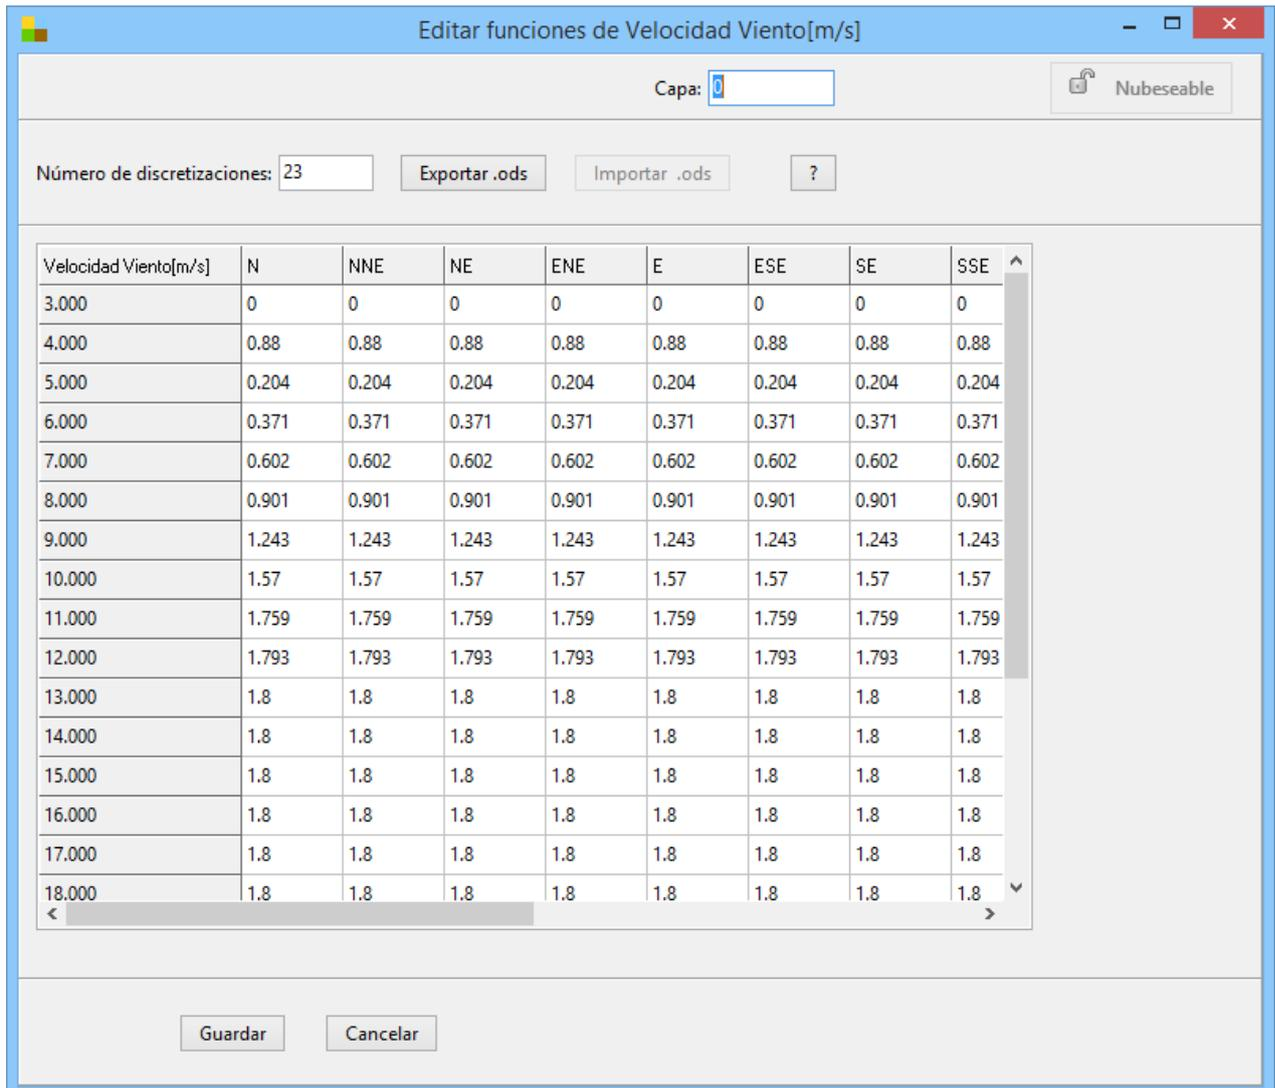

Fig. 7: Editor de Curva Velocidad Potencia según dirección.
- Velocidad de arranque y velocidad máxima: Rango de velocidades en que se discretizarán las curvas Velocidad-Potencia. La información se ingresa en el formulario que se abre al presionar el botón “Editar Curva Velocidad-Potencia” como se muestra en la Fig. 7. Dicho formulario permite editar las curvas Velocidad-Potencia típica de una unidad generadora del parque según la dirección de incidencia del viento. Cada columna contiene la curva característica de una unidad generadora según una dirección del viento.